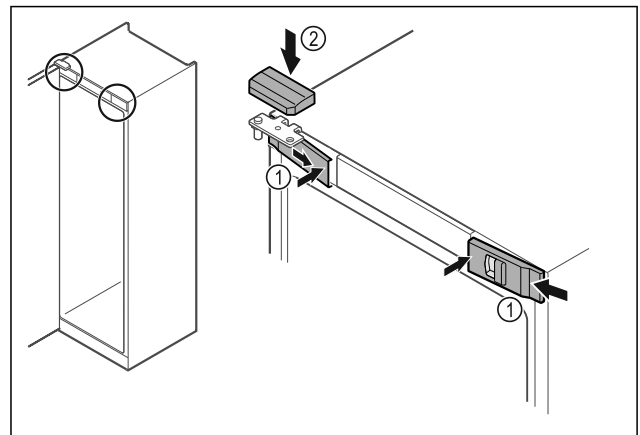

Fig. 52
- ▶ Skyv de fremre dekslene Fig. 52 (1) inn på siden, og smekk dem på plass på innsiden.
- ▶ Smekk det øvre dekselet Fig. 52 (2) på plass ovenfra.